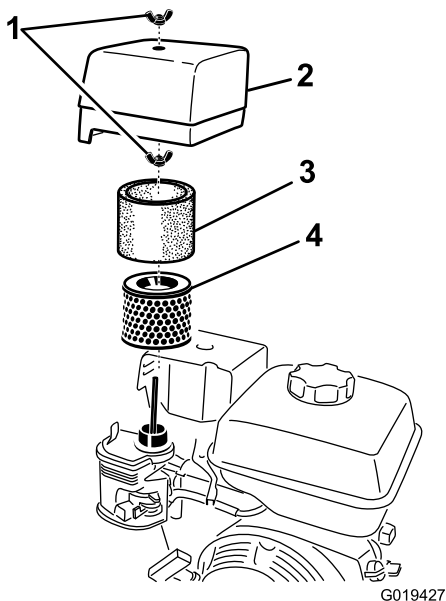

Figura 16
3. Retire la tuerca que sujeta la tapa (Figura 16).
6. Separe cuidadosamente de la base los elementos de gomaespuma y de papel (Figura 16).
7. Separe el elemento de gomaespuma del elemento de papel (Figura 16).